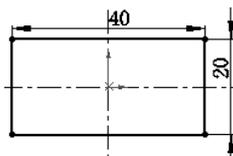

图 4.4.10 横断面草图
(1) 选择命令。选择下拉菜单“插入(I)” → “凸台/基体(B)” → “拉伸(E)...”命令，或单击“特征(F)”工具栏中的按钮。
(2) 定义特征的横断面草图。选取上视基准面作为草图基准面。在草绘环境中绘制图 4.4.10 所示的横断面草图。退出草绘环境，此时系统弹出“凸台-拉伸”对话框。
(3) 定义拉伸深度属性。单击“反向”按钮。在“凸台-拉伸”对话框“方向1”区域的下拉列表中选择“给定深度”选项，输入深度值 3。
(4) 单击按钮，完成凸台-拉伸特征 1 的创作。